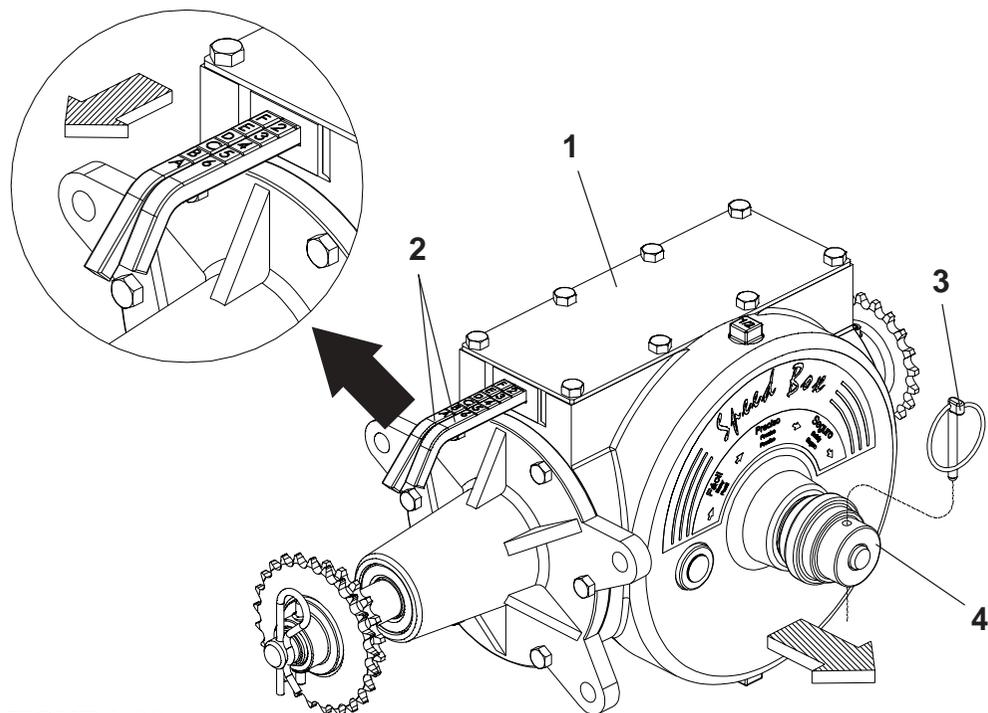

FIGURA 60
**CAIXA DE VELOCIDADES SPEED BOX (FIGURA 60)
- As semeadoras são equipadas com o sistema de caixa de velocidades (**Speed Box**) (1), que aciona o sistema de distribuição com regulagens simples, garantindo troca de rotações rápidas. Para fazer a regulagem de sementes proceda da seguinte forma:
1 - Selecione a quantidade desejada nas tabelas e verifique a combinação correspondente nas alavancas (2). **Exemplo:** Posição **F2** na tabela, indica que a alavanca com letras deve estar na posição “**F**” e a alavanca com números deve estar na posição “**2**”, **conforme mostra a figura 60.**